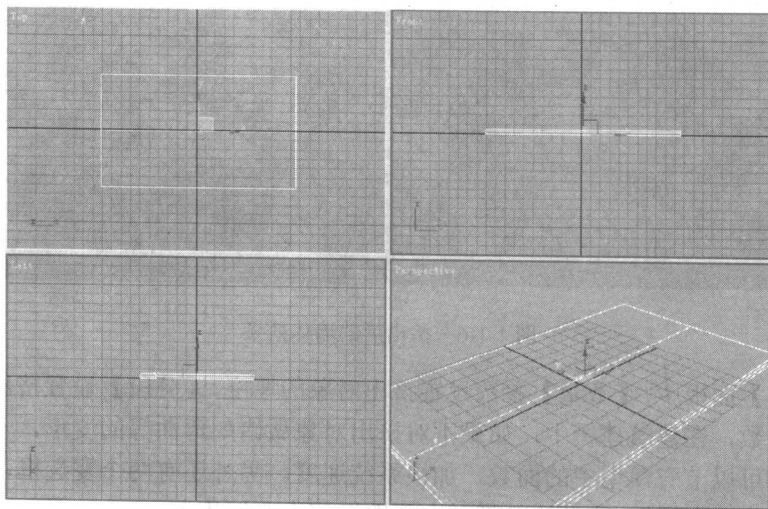

图 1-2-1 创建长方体
(1) 在顶视图中建立一个长方体，将其段数设置如下：【长度段数】为 2、【宽度段数】为 1、【高度段数】为 2。如图 1-2-1 所示。